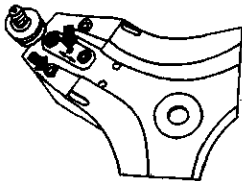

图 3-198 插入外倾调整杆
2) 把外倾调整杆 40-200 插入图 3-198 中箭头所示的孔中。调整左侧时，从后面插入调整杆；调整右侧时，应从前面插入调整杆。